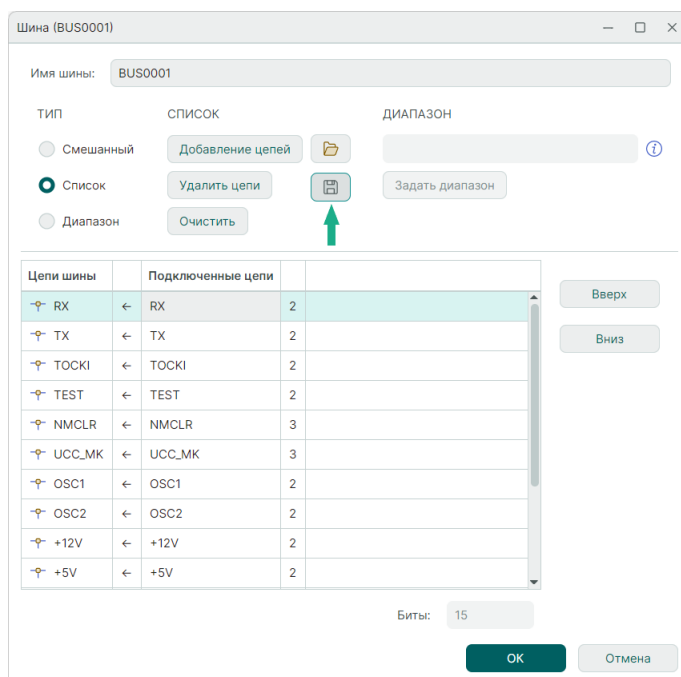

Рис. 184 Экспорт списка цепей шины
4) В поле «Список» нажмите на символ , см. Рис. 184. Список цепей шины будет сохранен в текстовый файл полностью.